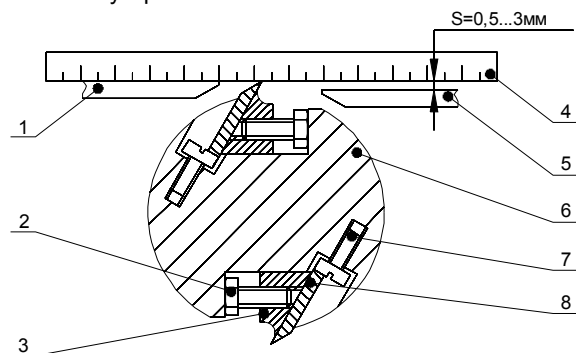

Рис. 5. Фугование пиломатериалов
7.4. Фугование пиломатериалов (рис. 5).